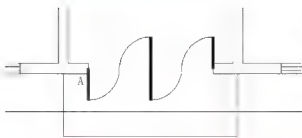

图 2.103 绘制台阶的内侧踏步线
① 在指定下一个点或 [圆弧(A)/半宽(H)/长度(L)/放弃(U)/宽度(W)]: 提示下, 将光标垂直向上拖动, 输入“1500”后按 Enter 键结束命令, 结果如图 2.103 所示。